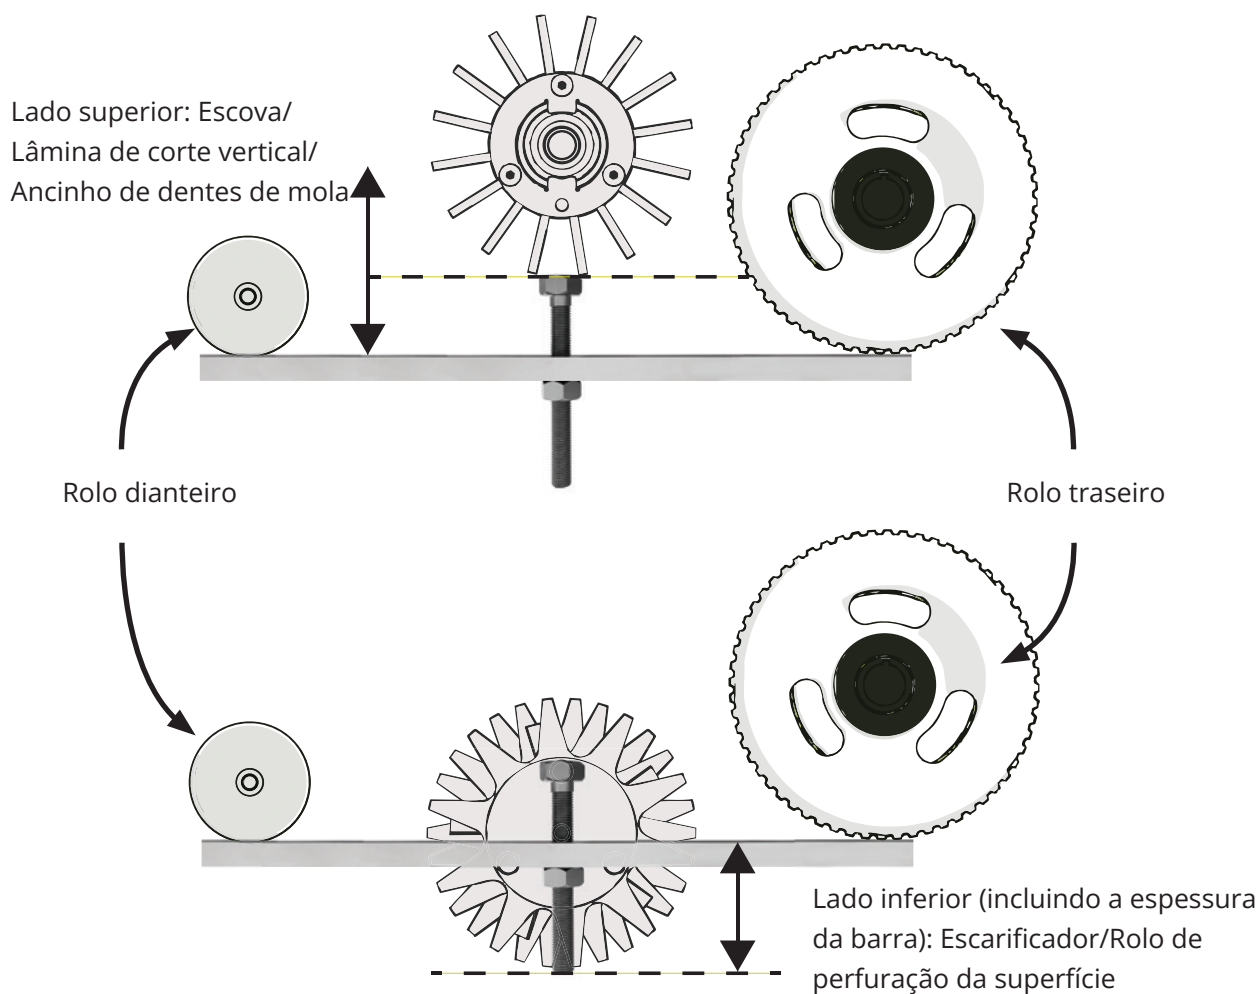

Fig.9. Medição da barra de ajuste para cassetes acima/abaixo do solo.
abaixo da barra de ajuste (até à cabeça ou à extremidade final, respetivamente) seja a pretendida (Fig. 9). Tenha em consideração:
7. Rode a engrenagem dentada para elevar ou baixar o rolo dianteiro. Ao mesmo tempo que realiza este procedimento, posicione a barra de ajuste novamente entre o rolo dianteiro e o rolo traseiro. Pare de ajustar quando qualquer uma das pontas das cerdas da escova/lâminas de corte vertical estiverem niveladas com a cabeça do parafuso, ou quando as pontas do escarificador/rolo de perfuração da superfície estiverem niveladas com a extremidade final do parafuso. (Fig. 9). Aperte ligeiramente a porca de fixação superior.